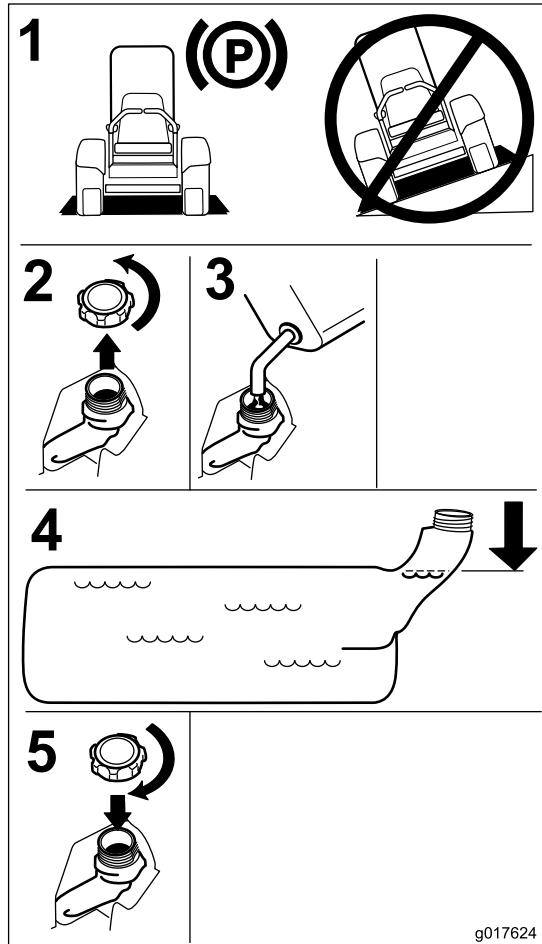

図 6
4. 燃料タンクの首の根元まで燃料を入れる。温度が上昇して燃料は膨張したときにあふれないように、必ず上部に空間を確保すること（図6）。